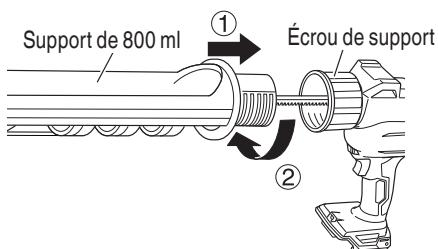

Fig. 16
- (2) Fixez la poignée de crémaillère à la crémaillère à l'aide de la vis.
(3) Fixez le support de 800 ml en l'insérant dans l'écrou du support et en le tournant dans le sens de la flèche jusqu'à ce qu'il fasse contact. (Fig. 16)